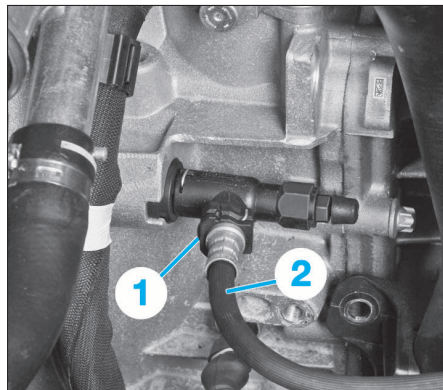

FIG. 1
- Déposer l'agrafe (1) puis débrancher la durit hydraulique (2) du raccord de cylindre récepteur d'embrayage (Fig.1).